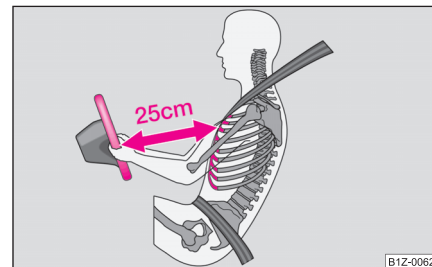

Fig. 128 Distanța sigură față de volan
- **Atât pentru conducător cât și pentru pasagerul dreapta este important să păstreze o distanță de cca. 25 cm față de volan, respectiv de tabloul de bord ⇒ fig. 128. Dacă nu se respectă această distanță, sistemul airbag nu își poate exercita eficiența maximă – Pericol! Pe lângă acestea, scaunele din față și tetierele trebuie să fie întotdeauna reglate în funcție de mărimea corpului.**